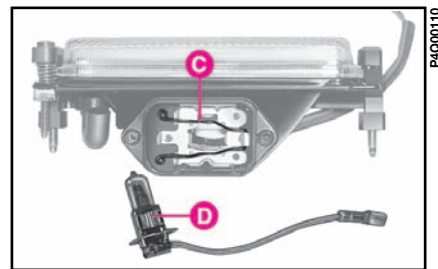

fig. 24
3) décrocher l'épingle de fixation **C-fig. 24** et sortir la lampe **D**;